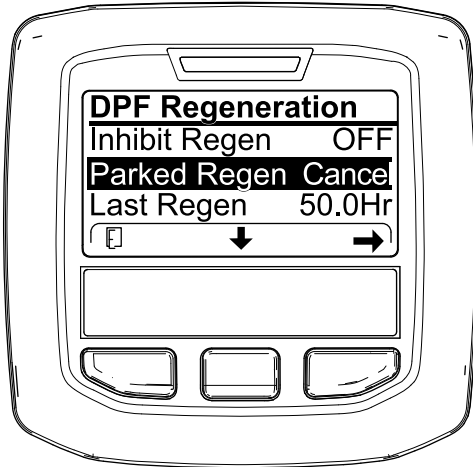
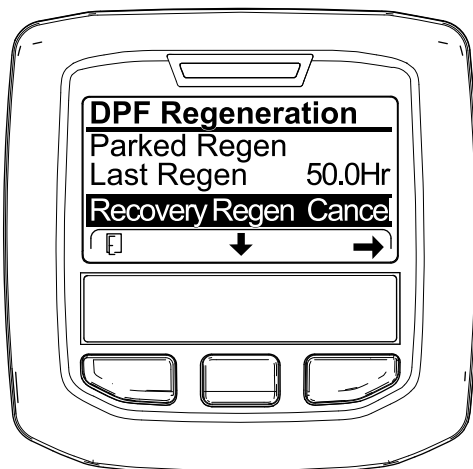

Figura 64
Figura 65
1. Accedete al menu DPF Regeneration (Figura 64).
2. Premete il pulsante centrale per scorrere il menu verso il basso fino all'opzione PARKED REGEN CANCEL (Figura 64) o all'opzione RECOVERY REGEN CANCEL (Figura 65).
3. Premete il pulsante destro per selezionare la voce Cancel relativa alla rigenerazione (Figura 64 o Figura 65).